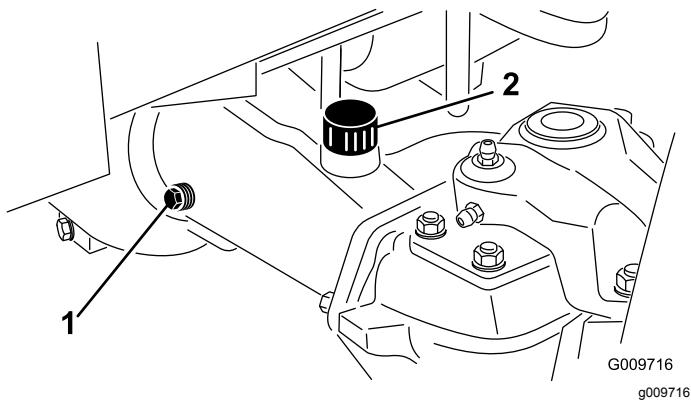

Figure 68
2. Enlevez un bouchon de contrôle à une extrémité du pont arrière (Figure 68) et vérifiez que le lubrifiant atteint la base de l'orifice.
3. Si le niveau est trop bas, enlevez le bouchon de remplissage (Figure 68) et ajoutez une quantité suffisante de lubrifiant pour amener le niveau au bas des orifices de contrôle.